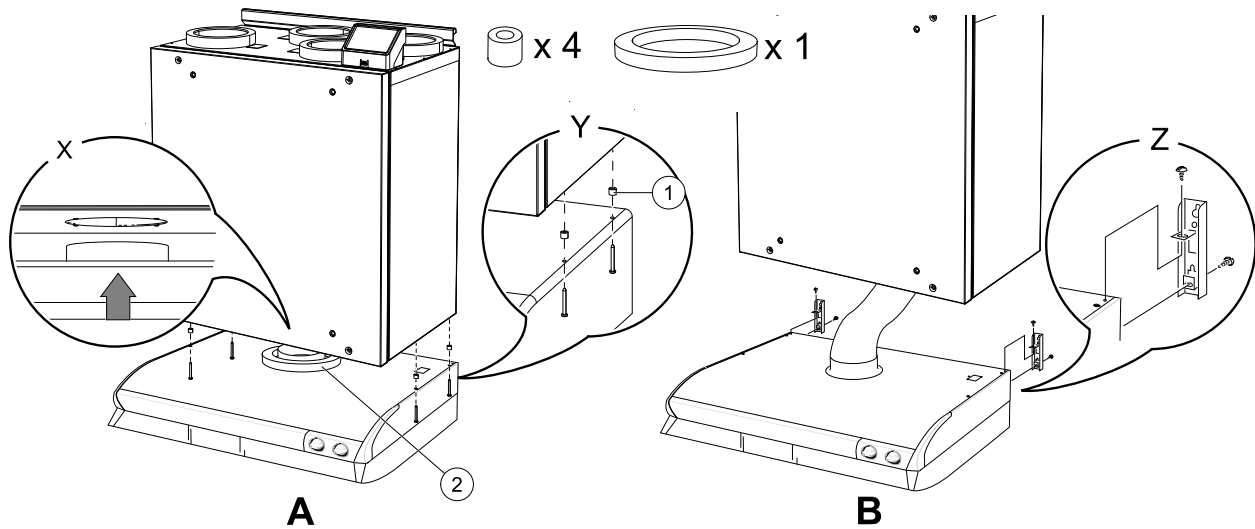

Bild 7 Installation der Dunstabzugshaube
- Legen Sie eine runde Isolierung auf den Anschluss der Dunstabzugshaube, um ein Austreten von Luft zu verhindern (Abbildung 7, Pos. 2).
Setzen Sie die Dunstabzugshaube direkt in das Gerät ein (Abbildung 7, A). Schrauben Sie die Dunstabzugshaube an den Boden der SAVE VTR 150/B Einheit (Abbildung 7, Pos. Y). Der Anschluss muss in das Gerät eingesetzt werden. Vergewissern Sie sich, dass der Anschluss mit dem Lüftungsgerät ausgerichtet ist, bevor Sie beginnen (Abbildung 7, Pos. X). Verwenden Sie die mitgelieferten Schrauben und Abstandshalter, um ein zu starkes Anziehen zu vermeiden, das zu einer verbogenen Dunstabzugshaube führen kann (Abbildung 7, Pos. 1).
- Eine andere Installationsmöglichkeit ist der Anschluss der Dunstabzugshaube an das Lüftungsgerät über ein flexibles Lüftungsrohr (Abbildung 7, B). Verwenden Sie die Halterungen, die zusammen mit der Dunstabzugshaube geliefert werden (Abbildung 7, Pos. Z).